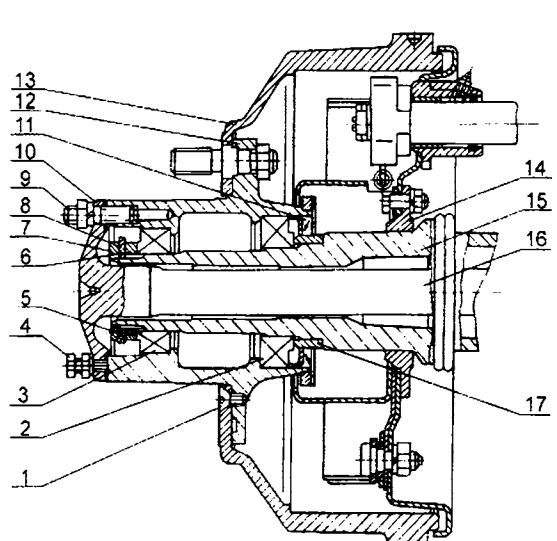

Рис. 4-9. Ступица заднего колеса КААЗ
2. Вынуть полуось 16 (рис. 4-9.), ослабив контргайку и ввернув болт-съемник 4.